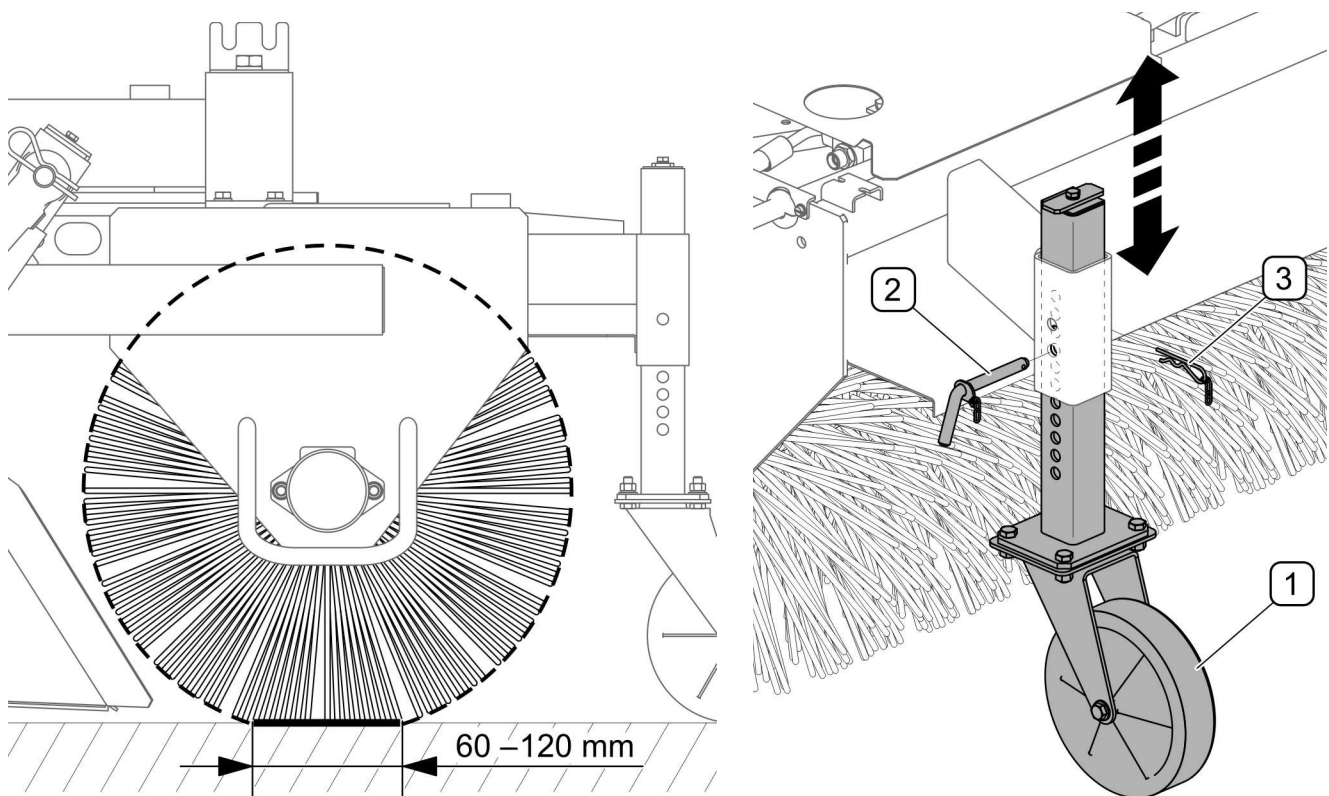
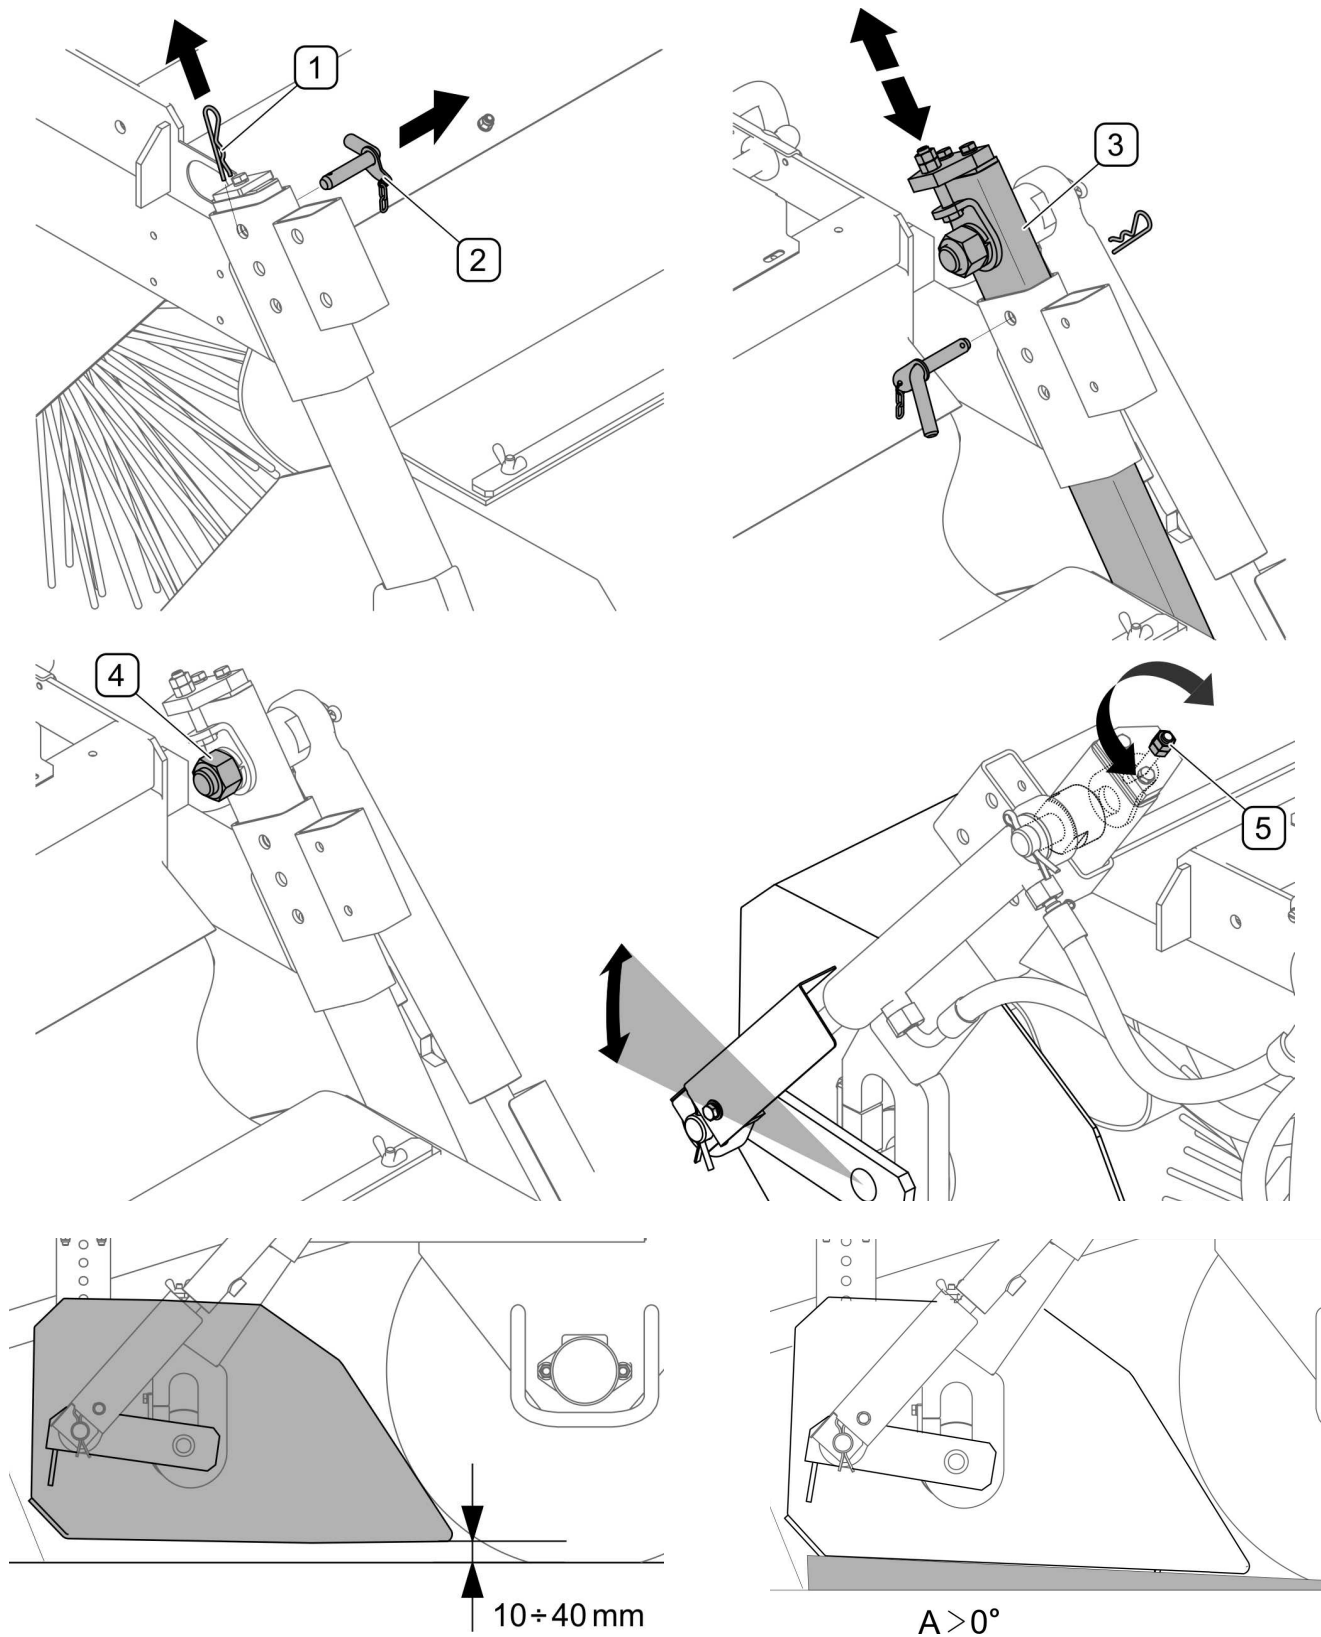

РИСУНОК 5.1 Регулювання тиску підмітального валика
РИСУНОК 5.2 Регулювання бака для сміття
Налаштування підмітального валика завжди повинно здійснюватися разом із налаштуванням бака для сміття. Підмітальний валик необхідно відрегулювати відповідно до його зносу. Поверхня тиску валика на підлогу повинна бути в межах від 60 до 120 мм (РИСУНОК 5.1). Крім того, тиск можна встановлювати індивідуально в залежності від ступеня забруднення підлоги.
Тиск встановлюється регулюванням положення опорних коліс (1) в їх напрямних (РИСУНОК 5.1) і здійснюється наступним чином:
- вийняти стопорний штифт (3) і шпильку (2),
- підняти або опустити колесо (3) у напрямній так, щоб отвори були коаксіальними,
- вставити шпильку (2) у відповідний отвір і закріпити його штифтом (3),
Налаштування бака (РИСУНОК 5.2) слід виконувати після регулювання тиску підмітального валика (РИСУНОК 5.1) і встановлення кута нахилу бака. Регулювання висоти бака здійснюється таким чином:
Регулювання кута нахилу бака для сміття (РИСУНОК 5.2) здійснюється з лівого боку підмітальної машини і полягає в переміщенні верхньої точки кріплення циліндра перекидання бака. Регулювання виконати у такий спосіб: